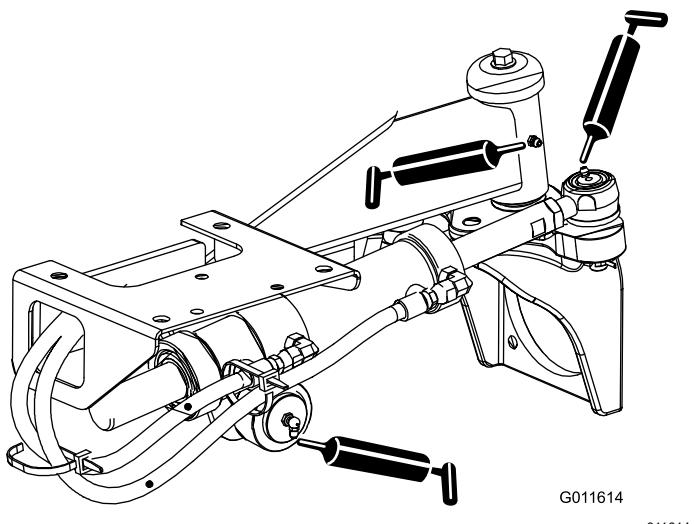

Рисунок 69
- Шаровые опоры гидроцилиндра рулевого управления (2 шт.) и задняя ось (1 шт.)—Рисунок 69